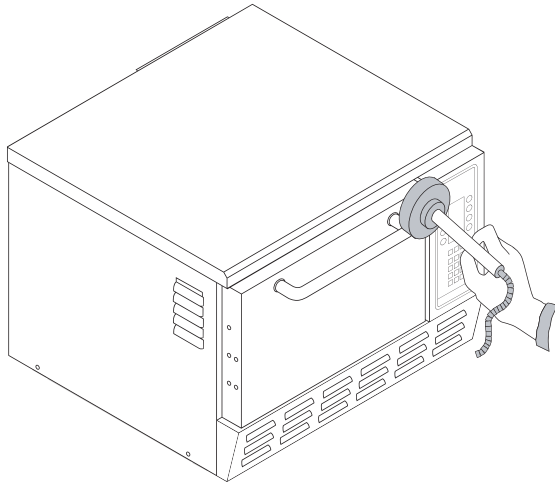

FIGURA 20: Colocación del medidor de microondas
3. Coloque el medidor de microondas según se muestra en la Figura 20.